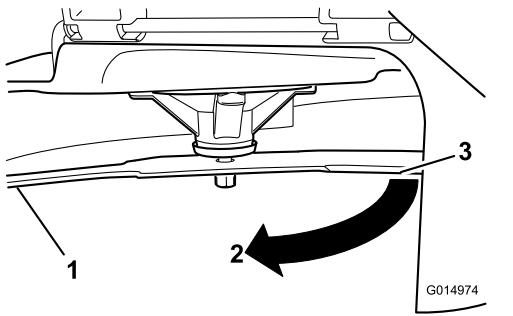

Figure 92
- 3. Mesurez la distance entre la lame et la surface (A)
- Tournez la même lame de 180 degrés pour amener l'autre tranchant à la même position (Figure 92).